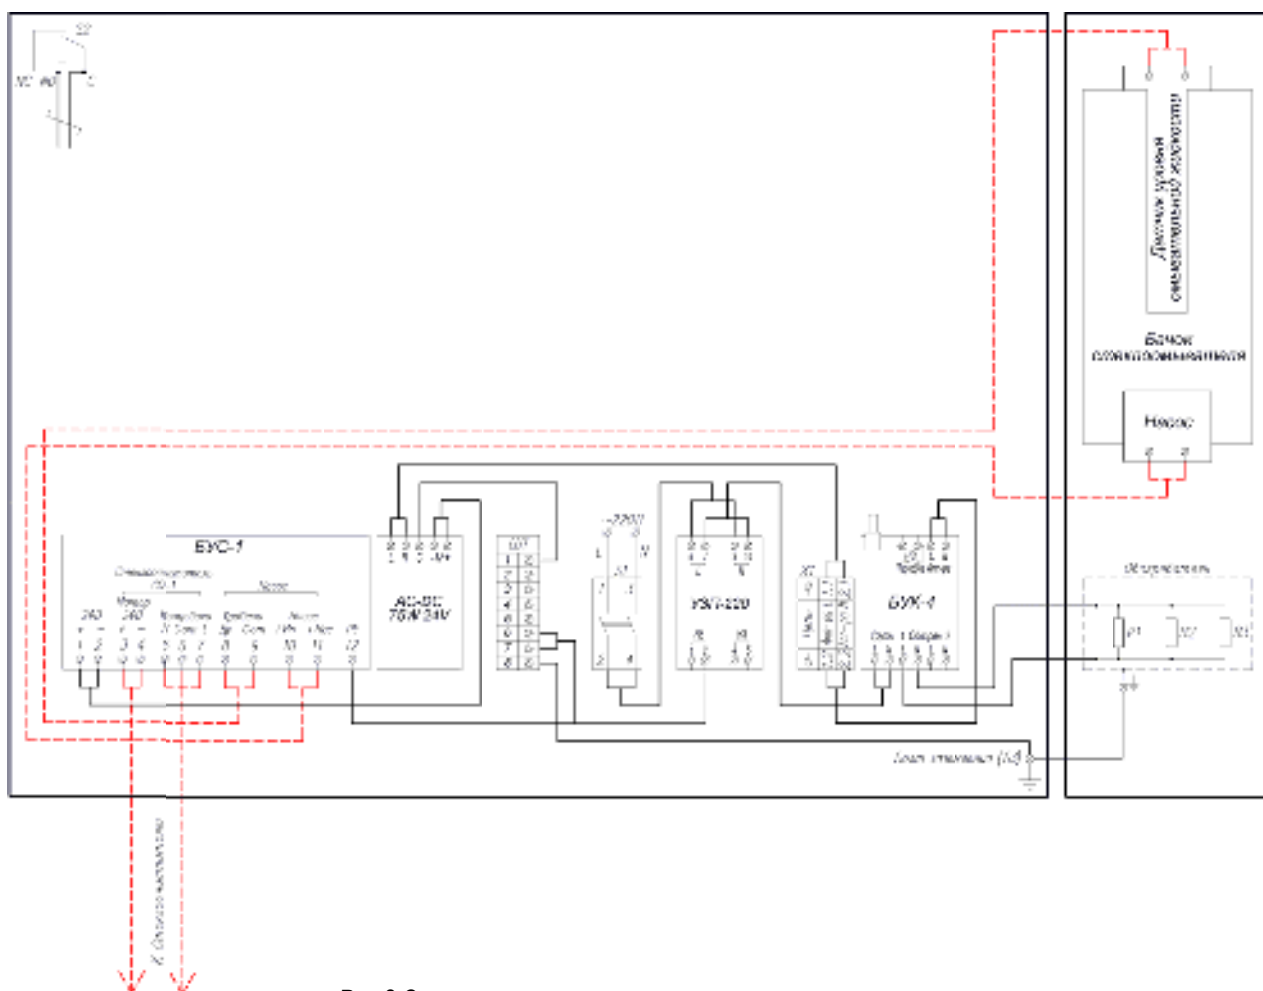

Рис.2 Схема электрическая принципиальная
Подключение цепей термошкафа производится в соответствии со схемой электрической принципиальной (рис.2). Для подключения необходимо:
3. Подключить насос бачка стеклоомывателя и датчик уровня омывающей жидкости к клеммам «Насос» и «Уровень» БУС-1 соответственно (рис.2).
4. Подключить стеклоочиститель СО-1 к соответствующим клеммам БУС-1 (рис.2).
5. При необходимости подключить тамперный контакт S2 (рис.2) к внешнему устройству сигнализации.
6. Подать напряжение питания 220В AC на автомат питания, при этом фазный провод (L) соединить с контактом 1, нулевой провод (N) с контактом 3.